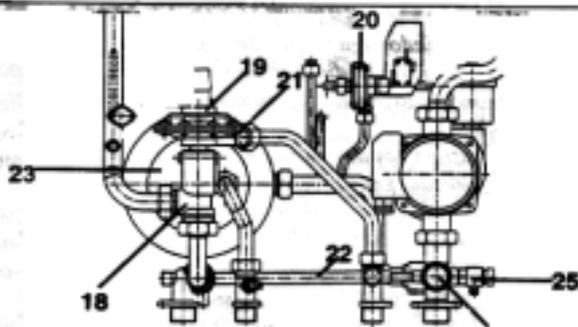

Figura 15
- svuotare l'impianto, se possibile limitatamente alla caldaia, **mediante l'apposito rubinetto di scarico** (25 figura 15 a pagina 35);
- togliere il gruppo valvola a tre vie (18), precedenza sanitario (19), scambiatore (23);
- *vaciar la instalación, posiblemente sólo la caldera, por medio del especial grifo de desagüe (25 figura 15 en página 35);*
- *sacar el grupo válvula a tres direcciones (18), precedencia sanitario (19), intercambiador (23);*
- esvaziar a instalação, se possível limitadamente à caldeira, **através da especial torneira de descarga** (25 figura 15 na página 35);
- extrair o grupo válvula a três vias (18) precedência sanitário (19), permutador (23);